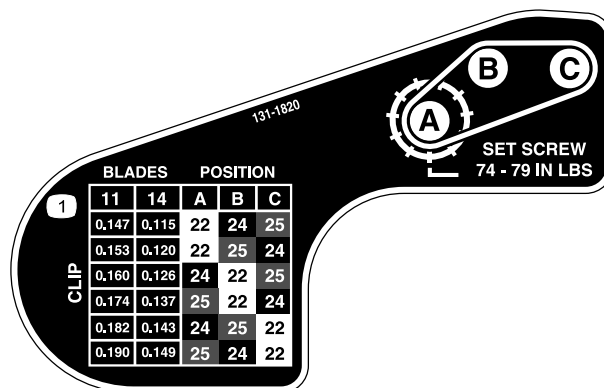

Figure 21
6. En vous aidant du tableau imprimé sur l'autocollant illustré à la Figure 21, déterminez
9. Posez chaque poulie selon la configuration indiquée sur l'autocollant (Figure 21).